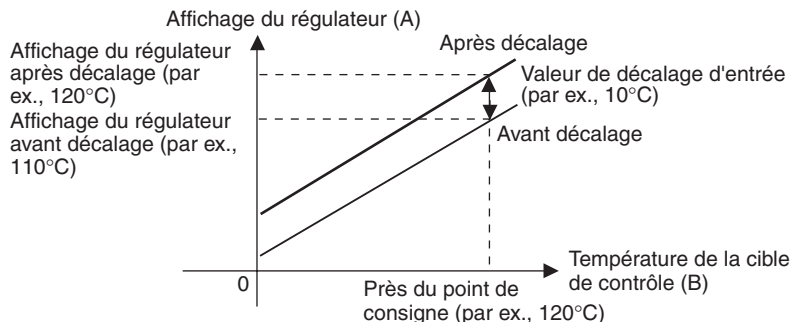

Figure 2 Illustration du décalage en 1 points
2. Vérifiez la température de la cible de contrôle (B) et l'afficheur du contrôleur (A). Soustrayez la température indiquée sur l'afficheur du contrôleur (A) de la température de la cible de contrôle (B), puis définissez $\bar{N}5L$ et $\bar{N}5H$ sur le résultat comme valeur de décalage d'entrée. Le décalage est illustré dans la Figure 2.
3. Après avoir défini les valeurs de décalage d'entrée, vérifiez l'afficheur du contrôleur (A) et la température de la cible de contrôle (B). Si elles sont presque identiques, le décalage de l'entrée de température est terminé.